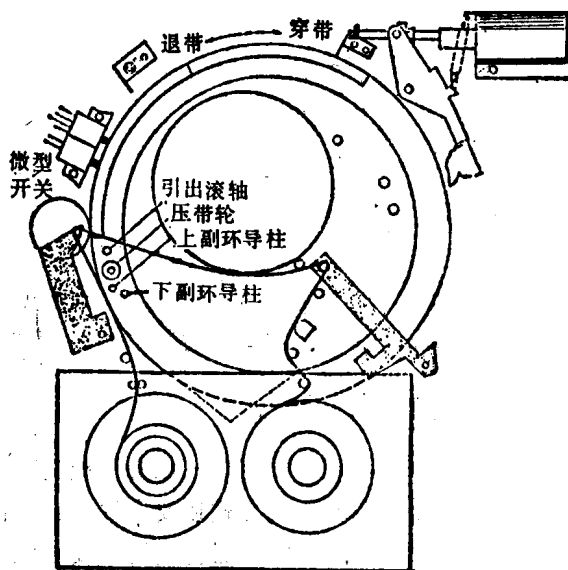

图 1—10 穿带机构示意图
2. 穿带机构。图 1—10 为穿带机构的示意图。盒式录像机所特有的穿带机构的作用是在录像机开始进行录放工作时, 能自动将磁带从带盒中引出, 送入正确的走带位置, 即完成穿带过程, 或称磁带的加载; 当录像机在停机时, 能自动将磁带从走带位置上退下来, 送回到带盒, 即完成退带过程, 或称为磁带的卸载。有的录像机, 在穿带(或停止)状态中间, 还有一种中间状态, 这是为检索磁带设计的, 即要求穿带系统有两部动作。当开机后插进带盒, 穿带机构首先把磁带引出带盒, 送到走带的起始位置完成穿带第一步。然后在按下重放键时, 穿带系统再继续牵引磁带, 方才完成穿带过程, 即完成穿带任务的第二步。退带同样是分两步进行, 当按下停止键后, 磁带则先从走带状态退到穿带起始状态; 当